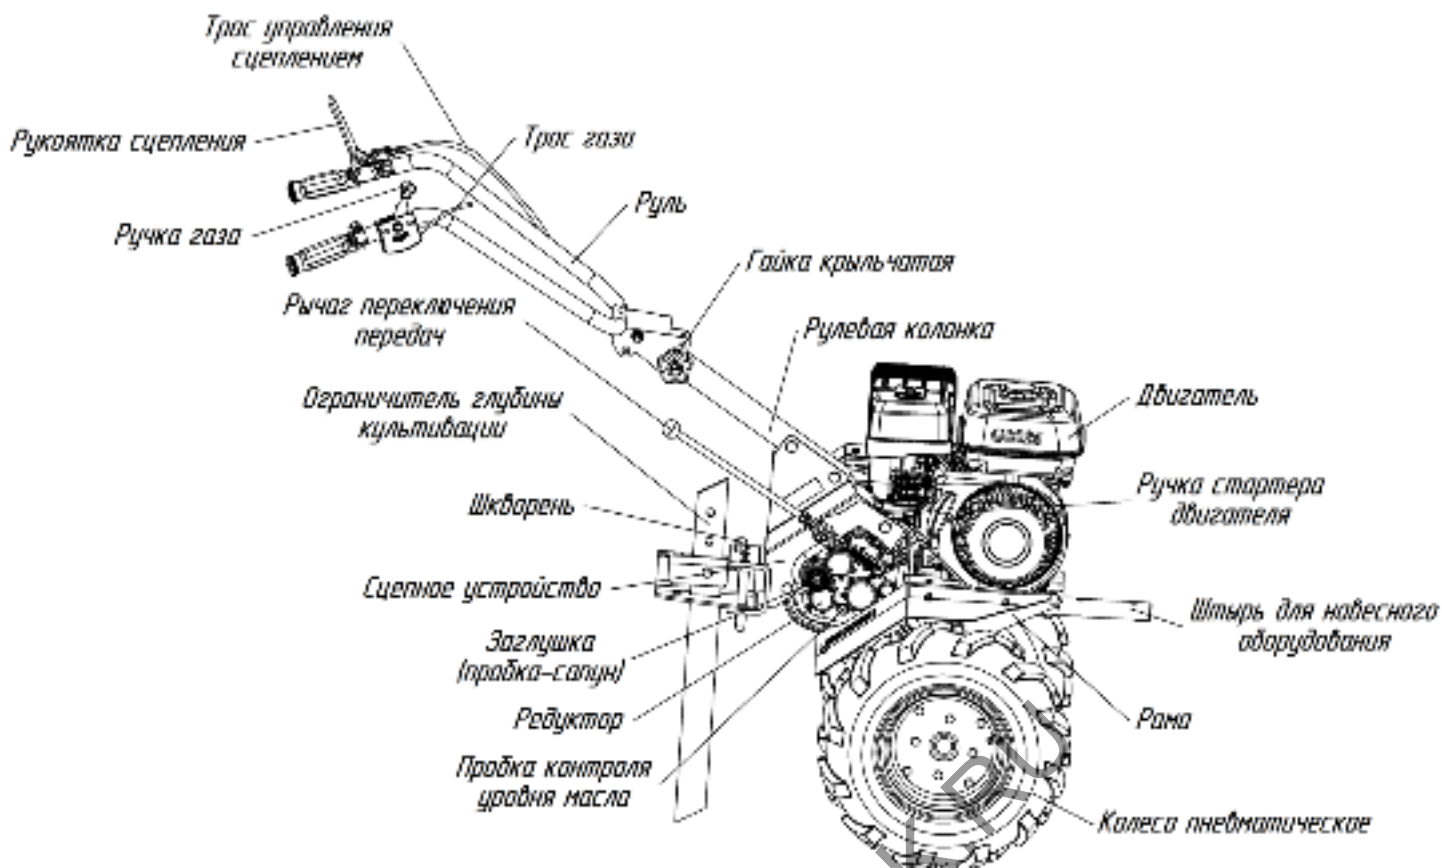
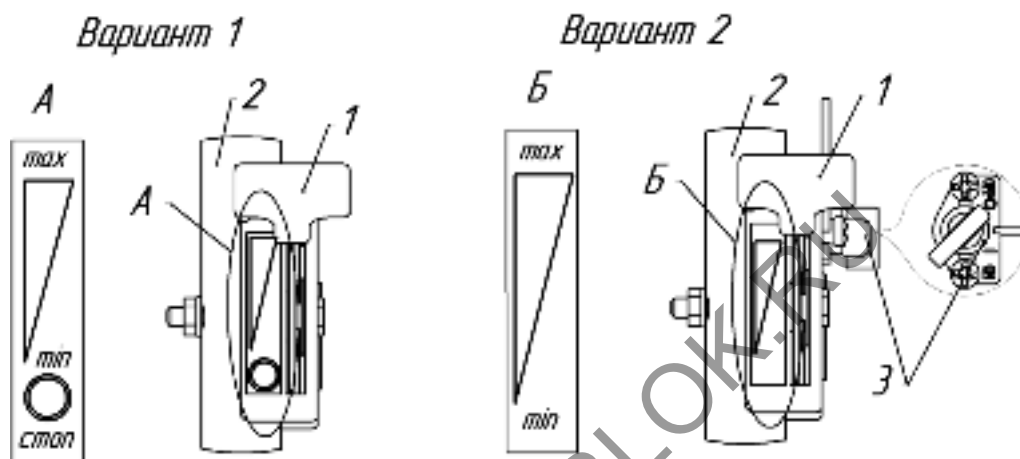

Рис.1 Мотоблок МБ Компакт. Общий вид (вид справа)
Рис.5 Дистанционное управление двигателем
МБ Компакт (рис.1, 2) – это одноосный универсальный силовой агрегат, предназначенный для работы как с устройствами, входящими в штатную комплектацию, так и с различными сменными орудиями, и состоящий из:
Рычаг переключения передач (рис.1, 3) – установлен на редукторе с правой стороны.
Переключение передач производится перемещением рычага на редукторе (рис.1, 3): две передачи вперед (1 и 2), одна – задний ход (R), промежуточные положения – нейтральные (N).
Рукоятка сцепления (рис.1, 4) – расположена на левой рукоятке руля, предназначена для включения/выключения сцепления.
Ручка газа (рис.1, рис.5) – расположена на правой рукоятке руля, предназначена для управления положением дроссельной заслонки двигателя и его остановки.
43. В аварийных ситуациях остановите двигатель при помощи аварийного останова на двигателе или на рычаге газа (рис.5, 6).
Отпустите рукоятку включения сцепления. Переведите ручку управления газом на руле в положение "СТОП" (рис.5, 6):